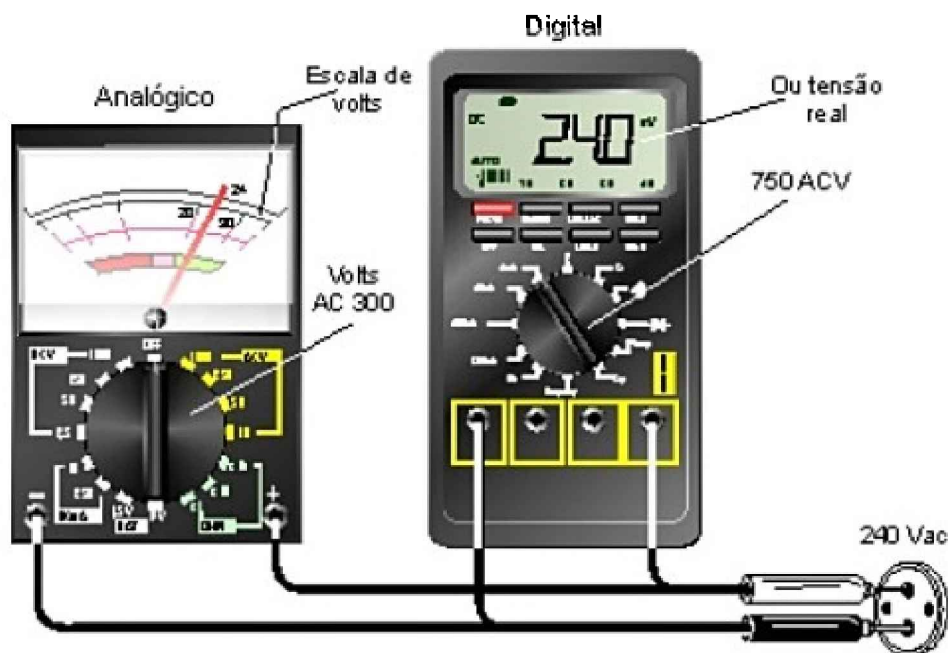

Figura 9 – Medindo a tensão numa tomada
Selecione a escala apropriada e se a tensão é contínua (DC) ou alternada (AC). Encoste as pontas de prova nos pontos em que se deseja fazer a medida de tensão, conforme mostra a figura 9.